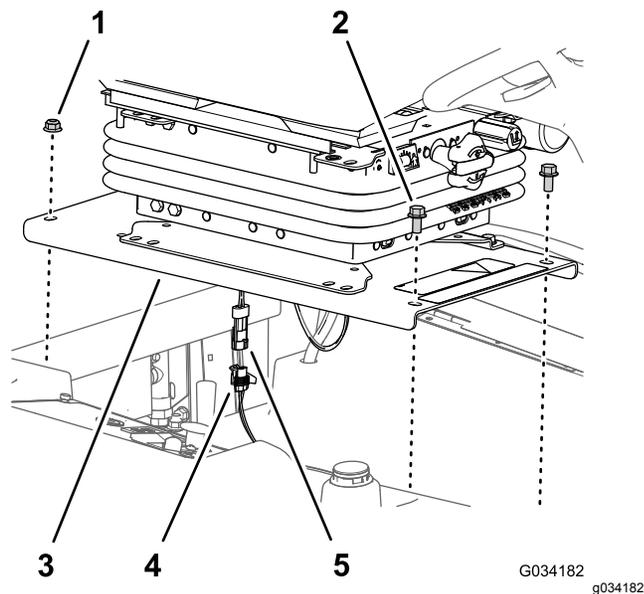

Figura 33
1. Retire los 2 pernos con arandela prensada ($\frac{3}{8}$ " x $\frac{3}{4}$ ") que sujetan la parte delantera de la chapa del asiento al chasis de la máquina (Figura 33).
2. Retire las 2 contratruercas con arandela prensada ($\frac{3}{8}$ ") que sujetan la parte trasera de la chapa del asiento al chasis de la máquina (Figura 33)..
4. Desconecte el conector de 2 pines del arnés del interruptor de presencia del operador del conector hembra de 2 vías del arnés de cables de la máquina (Figura 33).
2. Conecte el conector de 2 pines del arnés del interruptor de presencia del operador en el conector hembra de 2 vías del arnés de cables de la máquina; consulte la Figura 33.
3. Alinee los taladros traseros de la placa del asiento (Figura 33) con los 2 pernos de cuello cuadrado ($\frac{3}{8}$ " x 1") del canal del radiador.
4. Monte la placa del asiento (Figura 33) en los pernos de cuello cuadrado con las 2
5. Alinee los taladros delanteros de la chapa del asiento (Figura 33) con las roscas de las varillas del depósito.
6. Monte la chapa del asiento (Figura 33) en las varillas del depósito con los 2 pernos con arandela prensada (3/8" x 3/4") que retiró en el paso 1 de Retirada del asiento y la chapa del asiento \(página 44\).